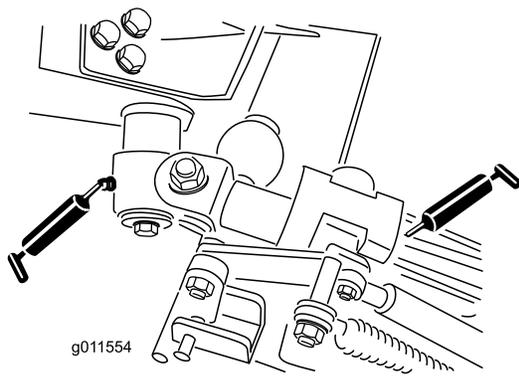

Рисунок 43
- Втулки осей поворота коленчатых рычагов (2 шт.) (Рисунок 43)
- Втулки задних рычагов (4 шт.) (Рисунок 43)